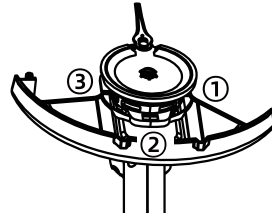

Fig. 2
- Tournez le garde de sécurité et la tête de la tondeuse vers l'arrière. Alignez et insérez les boucles gauche et droite du garde de sécurité dans les rainures correspondantes de la tête de la tondeuse. À ce stade, la boucle centrale est alignée avec sa rainure mais n'est pas encore fixée. (Fig. 2)